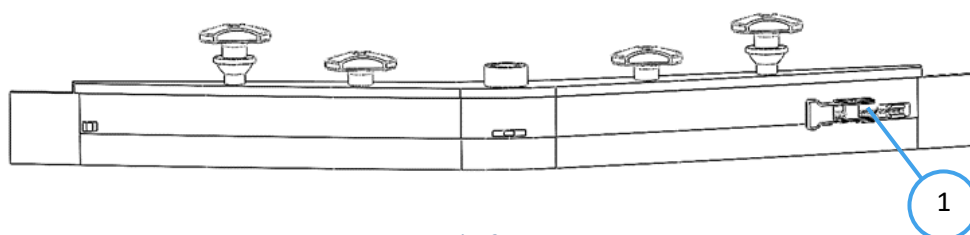

Fig. 2
6. Open de vergrendeling van de Squeegee assemblage (Fig 2) en verwijder het metalen blad.